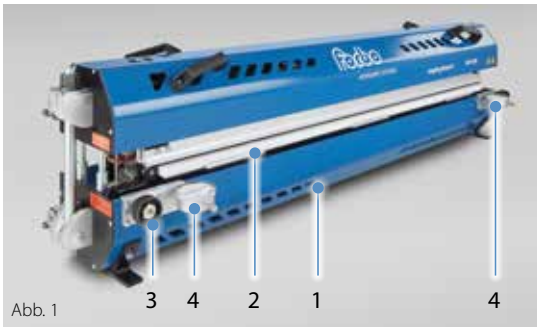

Abb. 1
- Bringen Sie die untere Pressenhälfte (1) in die Montageposition (sichere Arbeitshöhe, stabile Position, ohne Bandhalter und Einlagen). (Abb. 1)
- Stellen Sie die Zustelleinheit (2) mittels der beiden Band-Zustellschrauben (3) in die Ausgangsstellung. (Handfest bis zum Anschlag in Richtung „Auf“). (Abb. 1)
- Stellen Sie beide Messuhren (4) auf Null. (Abb. 1)